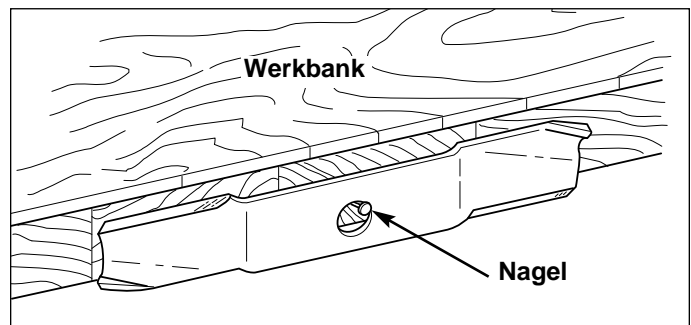

Abb. 25. Ausgewogenheit des Messers herstellen
3. **Modelle 97 cm und 112 cm:** Die Kopfschraube (D, Abb. 25), Federring (C), Sechskantunterlegscheibe (B) und Messer entfernen.